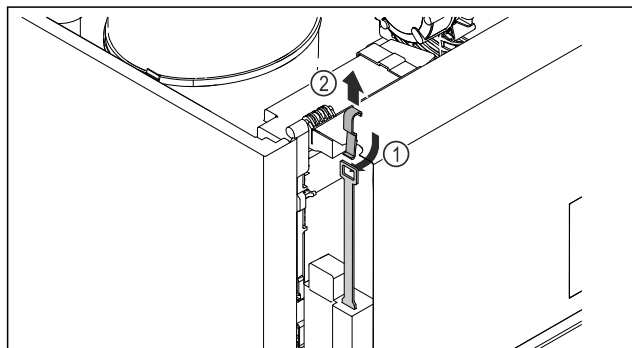

Fig. 209
- ▶ Kľúč na núdzové odomknutie zasuňte zhora Fig. 209 (1), zaháknite ho za zámok a potiahnite smerom nahor Fig. 209 (2).